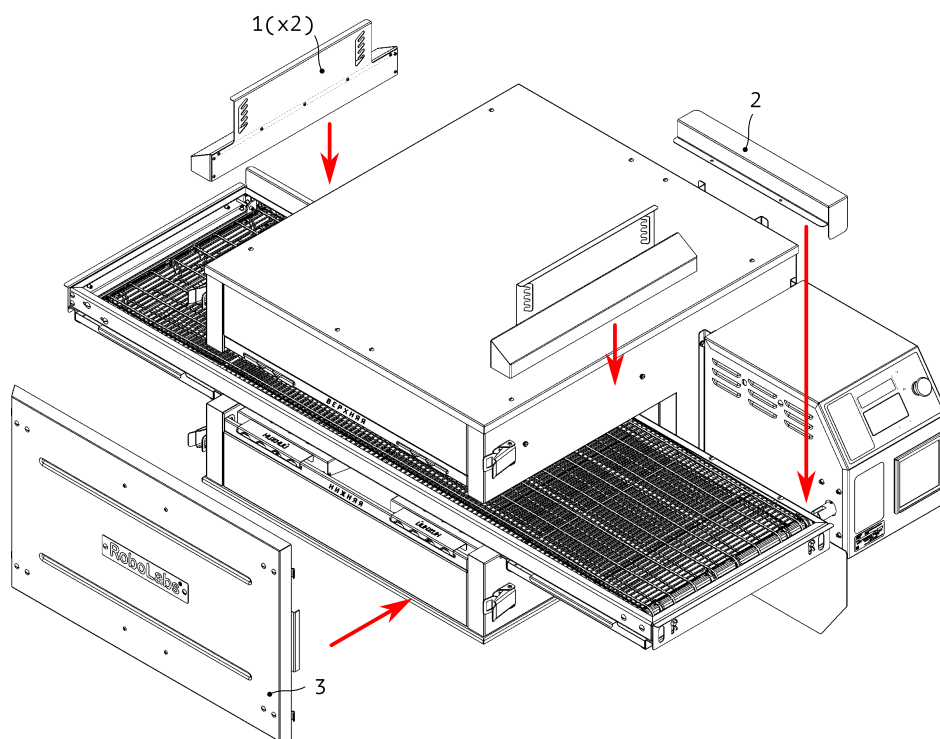

Рисунок 8
12. Установите козырьки (1) Рис. 8.
13. Установите кожух защитный (2) Рис. 8.
14. Установите дверь (3) Рис. 8 и закрепите защёлками.